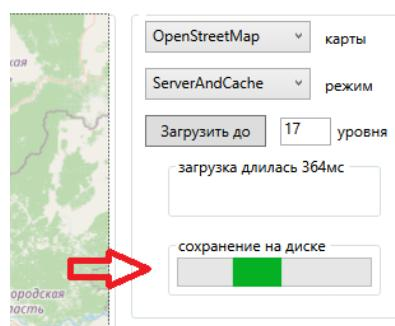

Рисунок 19-4
7. Наведите указатель мыши приблизительно на центр той области на карте, которая вас интересует, и медленно поворачивая колесо мыши, перейдите на следующий уровень масштабирования. Дождитесь, когда индикатор сохранения данных на диске перейдет из состояния «сохранение на диске» в «готово», (см. Рисунок 19-4, Рисунок 19-5). Дойдите